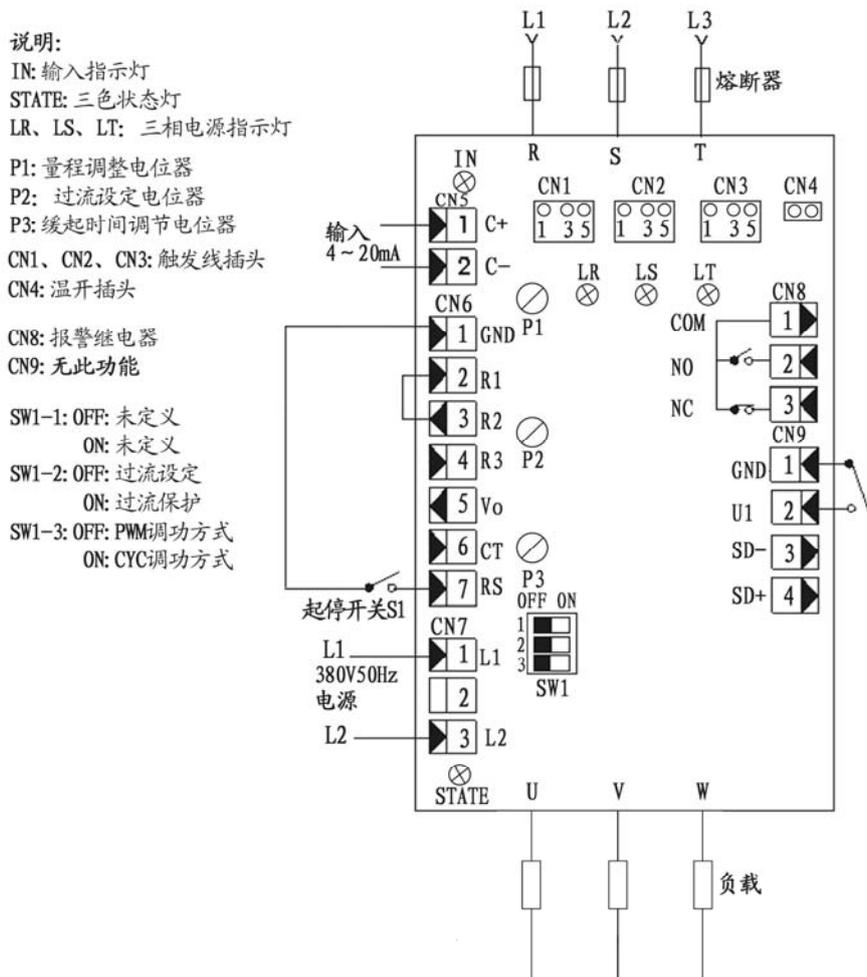

图 2-1-1 星型中心不接地负载自动方式接线图、控制板端子位置图
7. 控制板现象、故障自诊断及对应 LED 状态指示灯（LED 位置图请参考图 2-1-1）
11. 报警输出（端子位置参考图 2-1-1）
- ⑦ CN9 端子为功能选件。若需要调功调压一体化功能或者状态发送功能，都必须带 CN9 端子（订货时声明）。
- ⑧ 设备调试时可以按照图 2-1-1 接线，调试时图中负载最好用 100 瓦~200 瓦灯泡做为假负载。
- ⑨ 侧壁接线盒端子图：（图 2-1-1 中 CN8、CN9 端子引至侧壁接线盒，用户使用，需从侧壁接线盒接线）。